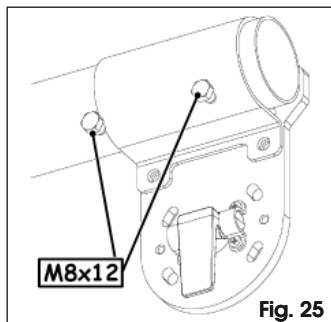

Fig. 25
5. Terminer la fixation de la lisse avec les deux autres vis, Fig. 25.